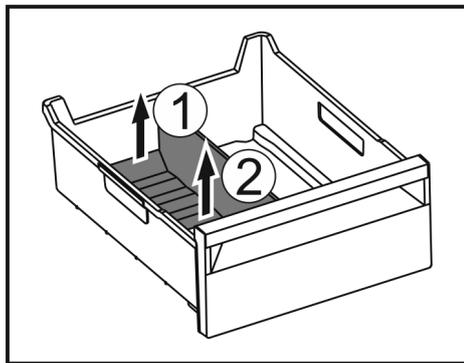

Fig. 170
- Sollevare la parte posteriore del divisore dello scomparto del ghiaccio. Fig. 170 (1)
- Rimuovere il divisore dello scomparto del ghiaccio verso l'alto. Fig. 170 (2)